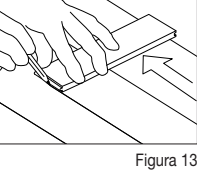

Figura 14
la izquierda hacia la derecha. (Ítem D, Figura 14). Si se utilizó una tabla de sacrificio, NO debe ser encolada a la primera hilera.
- Complete la primera hilera. Corte la última tabla dejando una separación de 1/2" (13 mm) entre la pared y el piso. (Utilice el extremo restante de la tabla cortada como una tabla de comienzo para cualquier hilera después de la tercera hilera). Instale una cuña en el extremo de la tabla entre el piso de madera y la pared dejando un espacio de expansión de 1/2" (13 mm). Evite la instalación en las primeras cuatro hileras de tablas que midan menos de 16" (40.6 cm). (Ítem F, Figura 14).
- Utilice una barra de tracción para tirar la última tabla desde el extremo opuesto. Instale cuñas en el espacio y apriete (Ítem B, Figura 14).